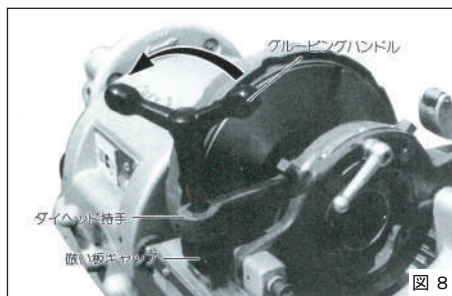

図 8
④パイプをチャッキングし、グルーピングハンドルでバイトの刃先がパイプ外径より大きく開くまで左に回してください。(図8)